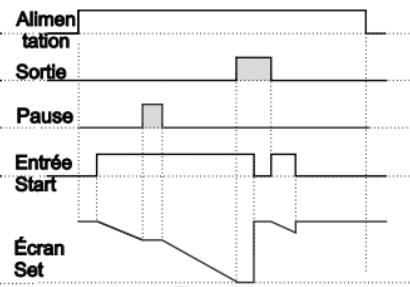

Figure 3.2
3.1.2 Si le décompte est $dEct = 1$ et que $outF$ est oFF , le schéma de commande sera celui illustré à la figure 3.2